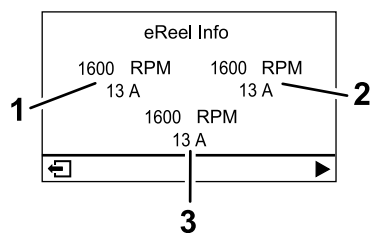

図 23
- ・ **eリールモーター画面**図 23 各カuttingユニットモーターの回転数と電流を表示します